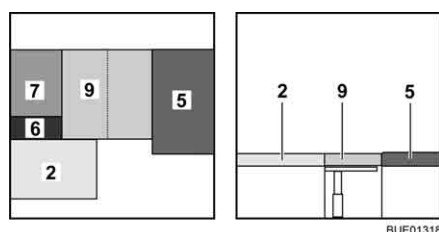

Fig. 148 Depois da transformação
- Desdobre o estofa adicional (Fig. 148,9) e coloque-o sobre a mesa.